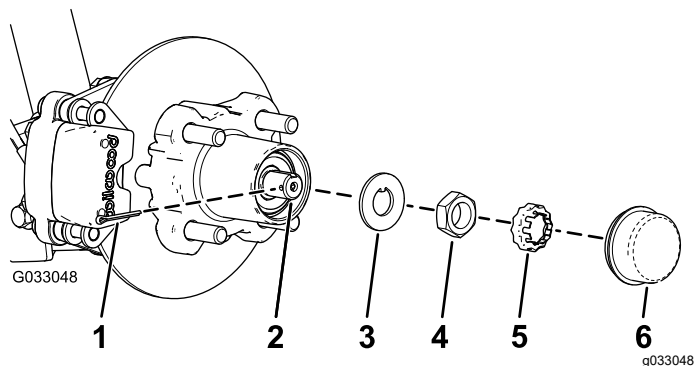
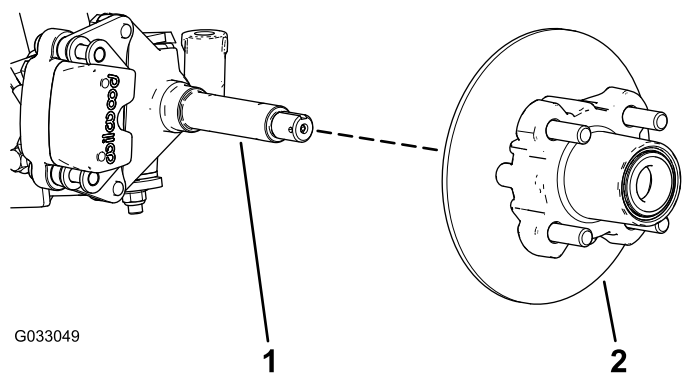

Bild 31
Bild 32
4. Nehmen Sie den Staubdeckel von der Radnabe ab (**Bild 31**).
5. Nehmen Sie den Splint und die Mutterbefestigung von der Spindel und der Spindelmutter ab (**Bild 31**).
6. Nehmen Sie die Spindelmutter von der Spindel ab und trennen die Radnabe und den Drehzylinder von der Spindel ab (**Bild 31** und **Bild 32**).